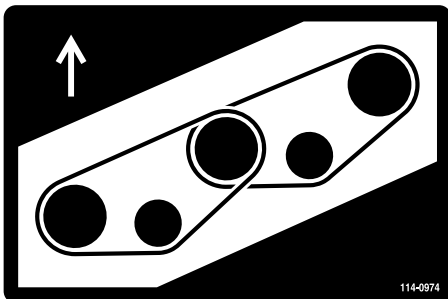
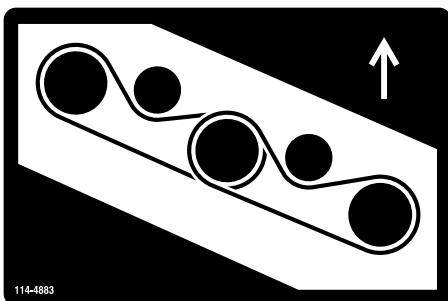

Figure 131
Figure 132
7. Installez la courroie neuve autour des poulies d'axe et de la poulie de tension (Figure 131 et Figure 132).